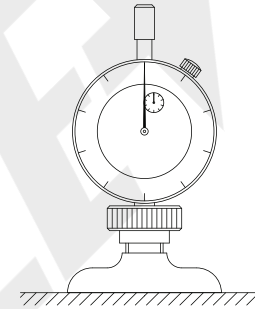

Abb.2
---Reinigen Sie die Messfläche und die Messplatte mit einem weichen Tuch. Legen Sie die Grundplatte auf die Messplatte (Abb. 2), richten Sie den langen Zeiger durch Einstellen der vertikalen Position des Indikators oder Drehen der Lünette auf den Nullpunkt aus und messen Sie mehrmals, um sicherzustellen, dass der Nullpunkt korrekt eingestellt ist.